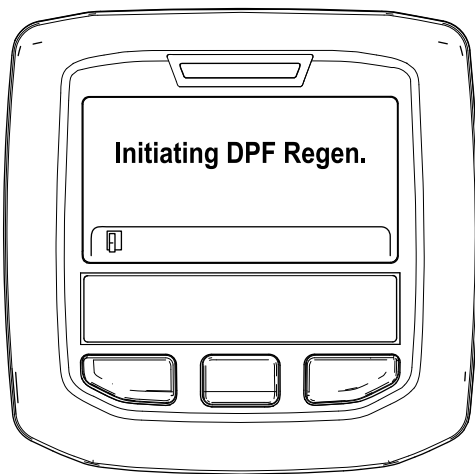

Figura 49
- A. Se muestra el mensaje "Initiating DPF Regen." (Iniciando regeneración de DPF) (Figura 49).